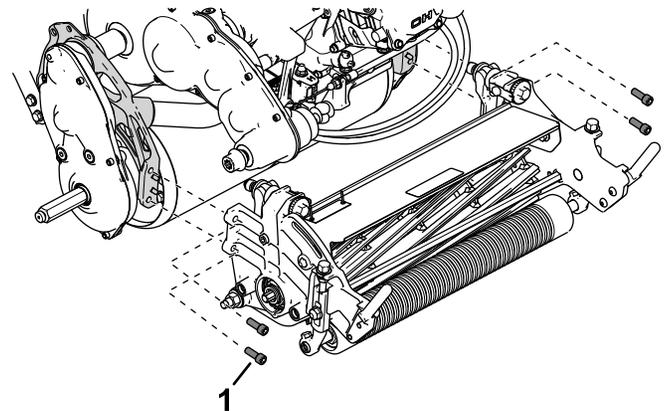

Рисунок 44
5. Используйте 4 винта с внутренними шестигранниками для крепления режущего блока к раме (Рисунок 44).